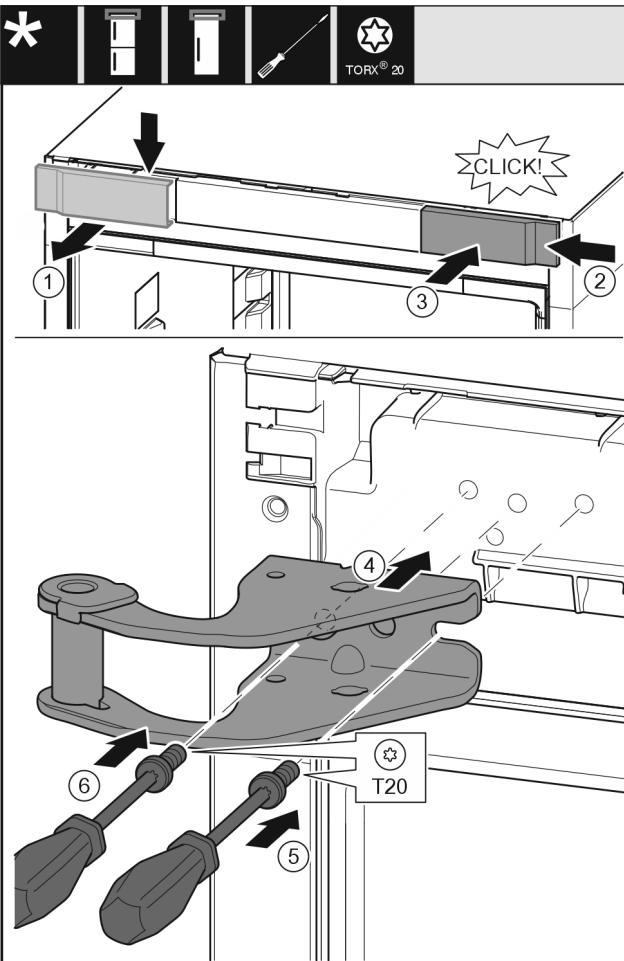

Fig. 14
- 从上方朝前取下盖板 Fig. 14 (1)。
► 将盖板 Fig. 14 (2)旋转 180° 至另一侧从右边挂上。
► 插入盖板 Fig. 14 (3)。
► 装上上方的托架 Fig. 14 (4)。
► 用螺丝刀放上并旋紧螺钉 Fig. 14 (5)。
► 用螺丝刀放上并旋紧螺钉 Fig. 14 (6)。